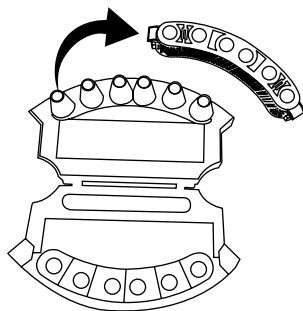

Figura 2
2. Per accedere al filtro di protezione, aprire il vano della polvere. Sganciare il filtro di protezione dalla parte ciclonica utilizzando le tacche di sblocco (Figura 2).